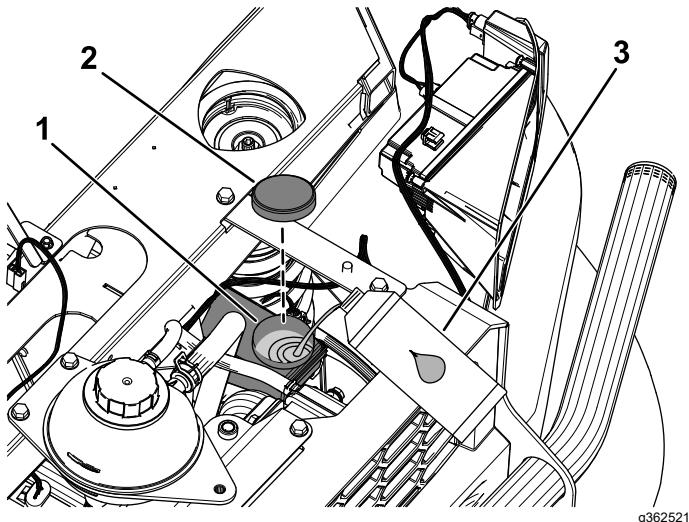

Figure 84
4. Soulevez le capot pour accéder au maître-cylindre de frein et au réservoir (Figure 84).
- A. Nettoyez la surface autour du bouchon du réservoir et enlevez le bouchon (Figure 84).
- C. Remettez le bouchon du réservoir (Figure 84).